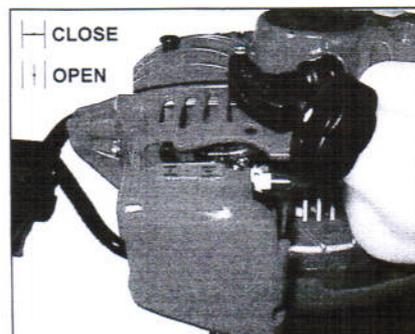

Fig. 16
- Ponete la leva della cuffia aria (Fig. 16) in posizione CLOSE, tirate la funicella avviamento da 1 a 2 volte al massimo fino al raggiungimento dei primi scoppiettii. Anche se non si dovessero sentire gli scoppiettii, riportate la leva sulla cuffia in posizione OPEN.